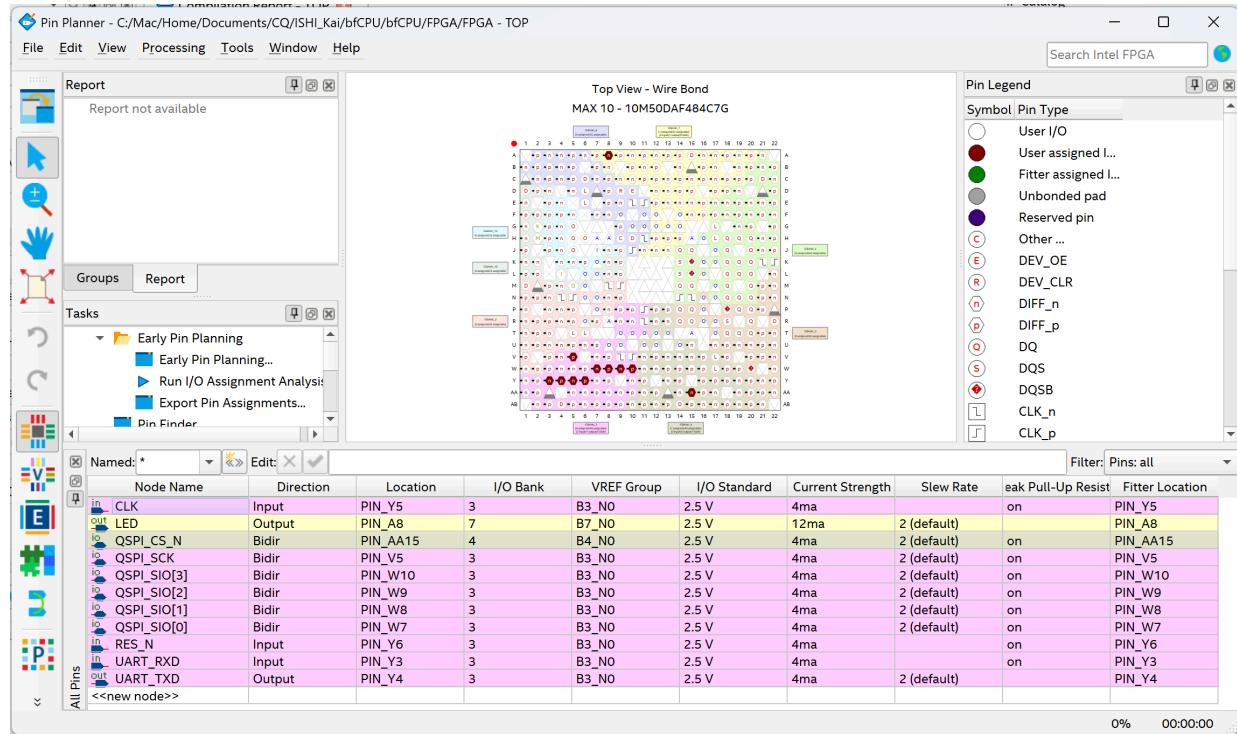

図 1.40: Quartus Prime の端子設定
- **FPGA の端子設定:** FPGA の端子への機能アサインを表 1.3 のように設定します。メニュー Assignments Pin Planner を選択し、図 1.40 に示すように設定します。一旦、この設定なしに FPGA を仮合成すると信号名と入出力設定がこの画面に表示されるので、FPGA の端子、内蔵 PUP(プルアップ抵抗)の有無を指定します。内蔵 PUP は入力信号と入出力信号に入れます。QSPI SRAM 用の信号はリセット中に Hi-Z にするので出力方向だけの QSPI_CS_N と QSPI_SCK もドライバ(駆動するデバイス)が複数あるため入出力信号として RTL 上で定義しています。各端子のドライバビリティ (Current Strength) はできるだけ弱く (4mA) にしてノイズ発生を抑えています。ただし信号 LED だけは直接赤色 LED を駆動するので 12mA に設定しました。